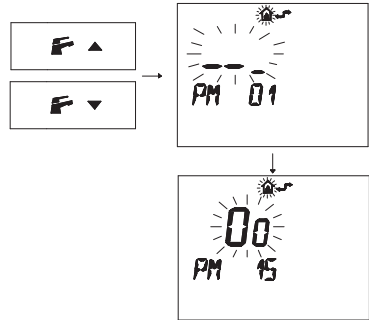

Fig. 5.32
- Premere i pulsanti **F**▲ o **F**▼ per visualizzare la programmazione "PM15" abilitazione della sonda esterna (Fig. 5.32)